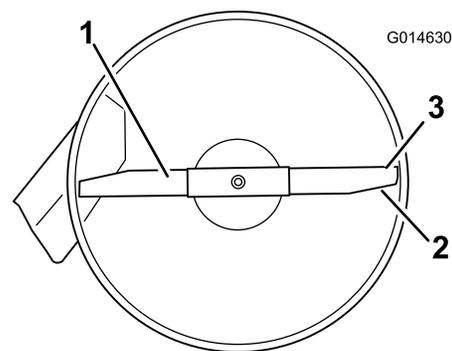
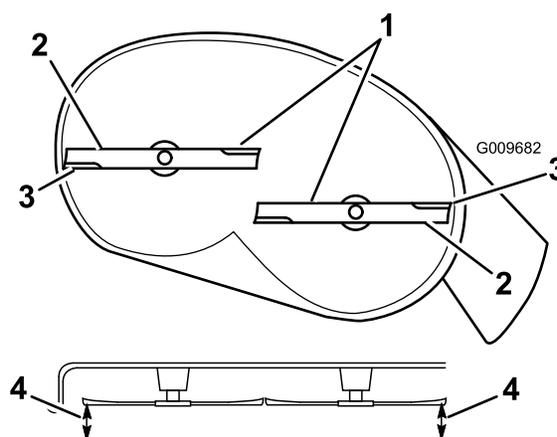

Figure 49
Figure 50
4. Faites pivoter la ou les lames avec précaution pour qu'elles soient toutes parallèles (Figure 49 ou Figure 50).
5. Mesurez la distance entre les tranchants extérieurs et le sol plat (Figure 50). Si les deux mesures diffèrent de plus de 5 mm (3/16"), un réglage s'impose. Poursuivez la procédure.